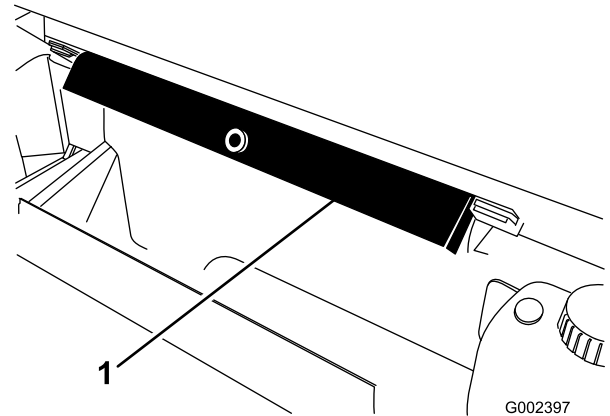

Figura 32
2. Retire el soporte de la plataforma de los soportes situados en la parte trasera del panel de protección anti-vuelco (Figura 32).